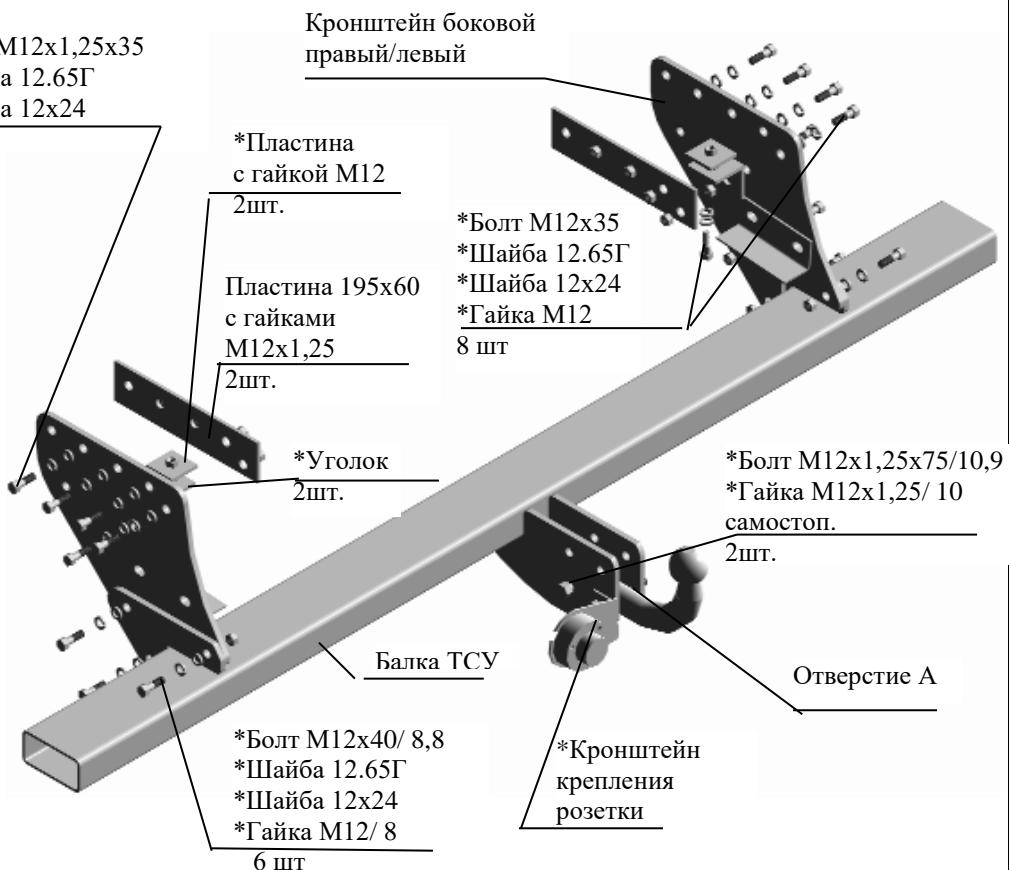

Рис.1 Тягово-сцепное устройство 7114.
2.1 ТСУ 7114 в сборе (рис.1)	1 шт.
2.2 Пакет с комплектующими (см. рис.1)	1 шт.
4.5 Закрепить балку ТСУ к боковым кронштейнам (крепежом соответственно рис.1).